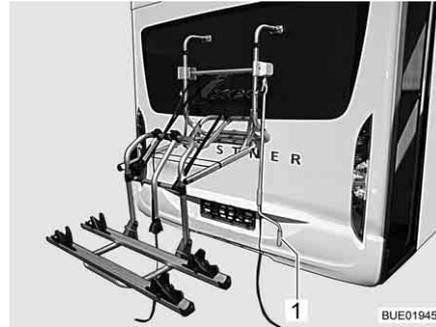

Fig. 4 Portabici, abbassato
- Attaccare la manovella (Fig. 4,1) al portabici e abbassare il portabici all'altezza utile.